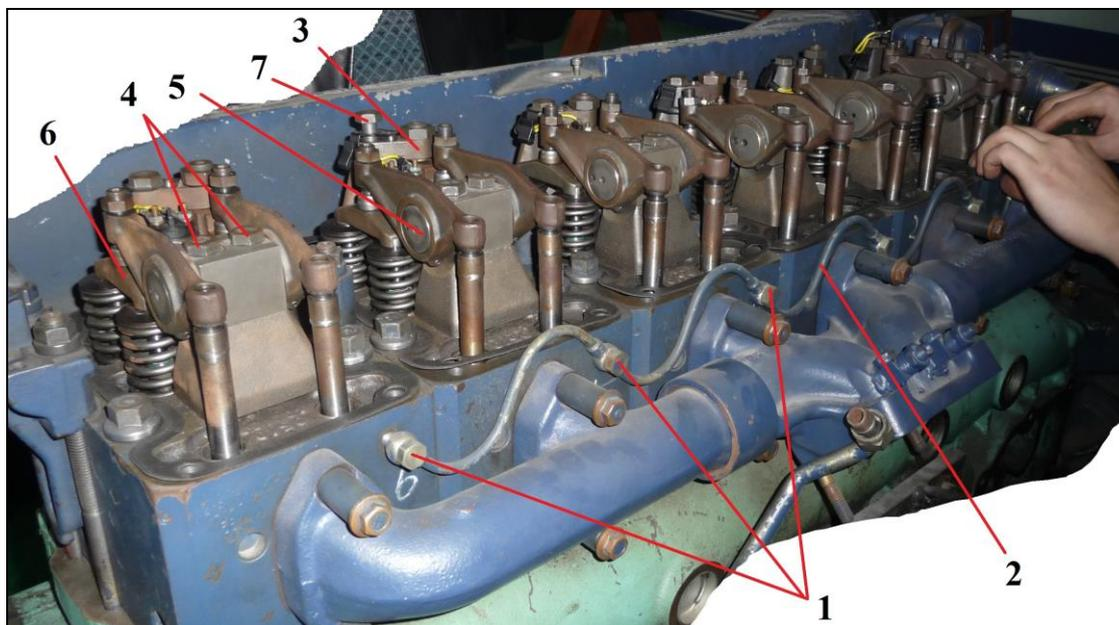

Рис. 27 Снятие коромысел клапанов и пароотводящей трубки
2.24. Снятие головок блока цилиндров (см. Рис. 27, 28, 29)